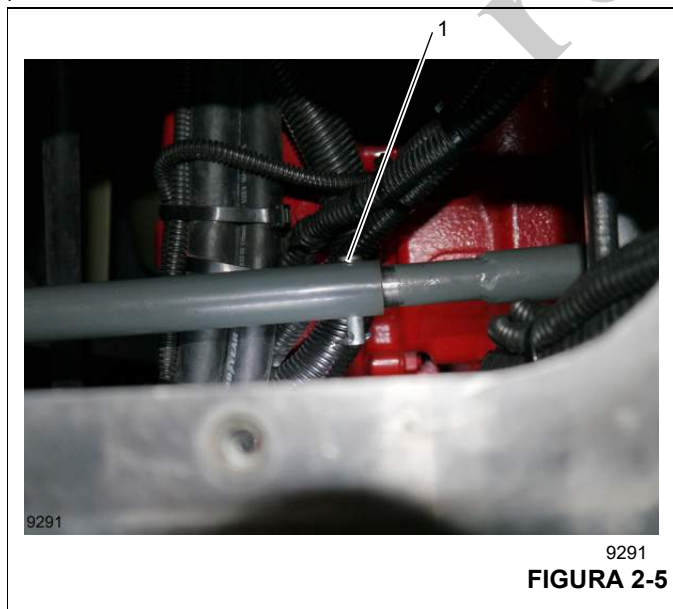

FIGURA 2-5
El motor impulsa la bomba de engranajes N.º 1 (Figura 2-5) montada directamente en el mando de accesorios de la cubierta delantera. La bomba de engranajes N.º 1 alimenta el mecanismo de servodirección del eje delantero y la función de giro.
2. Retire el pasador hendido del pasador de retención (1, Figura 2-5) en la varilla de cambio de dos piezas.